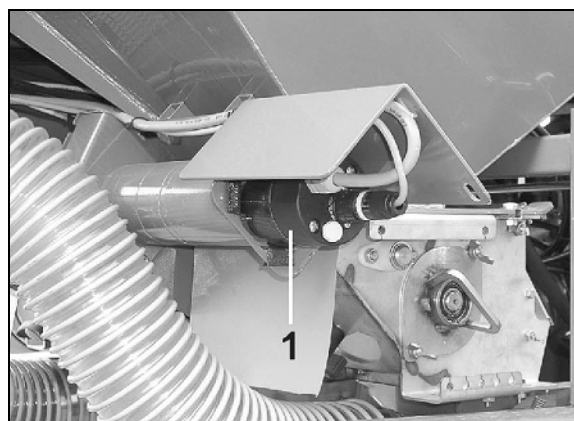

Fig. 26
Hydraulikmotoren (Fig. 26/2) driver blæseren (Fig. 26/1) og danner en luftstrøm. Luftstrømmen transporterer såsæden fra injektoren til skærene.
- på hydraulikmotorens trykbegrænsningsventil (Fig. 26/3).